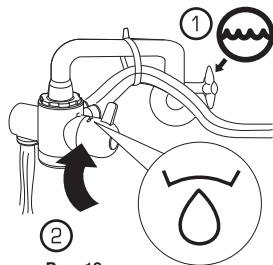

Рис. 18
1. Откройте кран холодной воды ① и поверните ручку в положение "очищенная вода" ② (рис. 18).